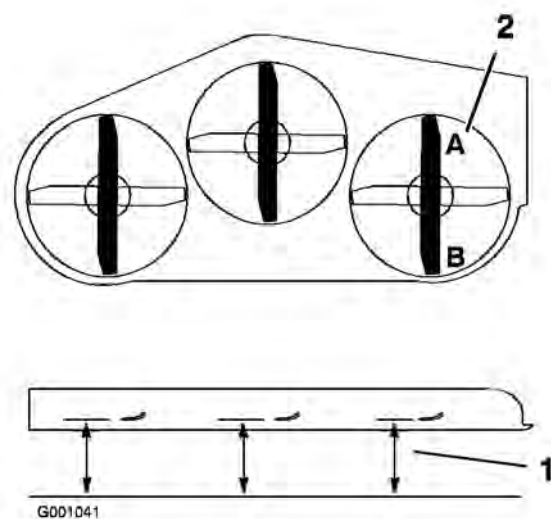
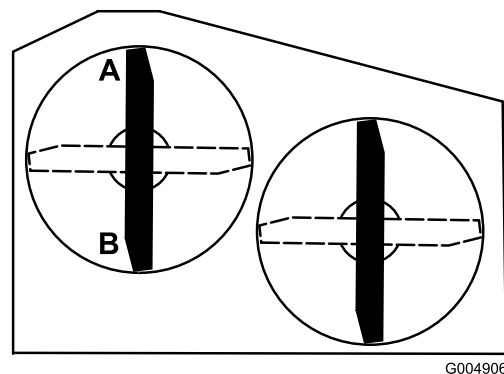

Figura 64
Figura 65
2. Coloque una cuchilla en posición longitudinal. Mida en las posiciones **A** y **B** desde una superficie nivelada hasta el filo de corte de los extremos de la cuchilla (Figura 64 o Figura 65). Para las plataformas de cortacésped de 36 pulgadas, consulte la Figura 65.
- Coloque las cuchillas en posición longitudinal. Mida en las posiciones C y D (Figura 64) desde una superficie nivelada hasta el filo de corte de las cuchillas.